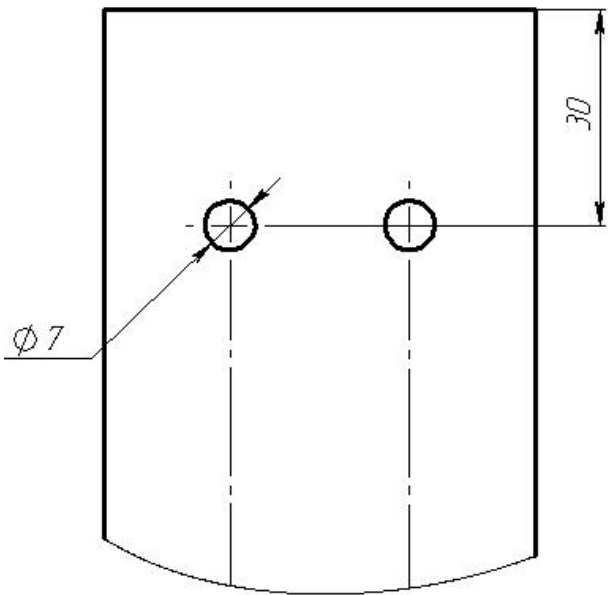

Рисунок 3. Расположение линии отреза относительно нижней группы отверстий стойки
5. Если монтируется один считыватель в нижнем положении, то необходимо отпилить верхнюю часть стойки. Линия отреза должна находиться на 30 мм выше нижней группы отверстий крепления считывателя (см. рис. 3). Полости стойки очистить от стружки, кромки тщательно зачистить. На верхний конец стойки установите пластиковые заглушки, демонтированные с отпиленной части стойки.